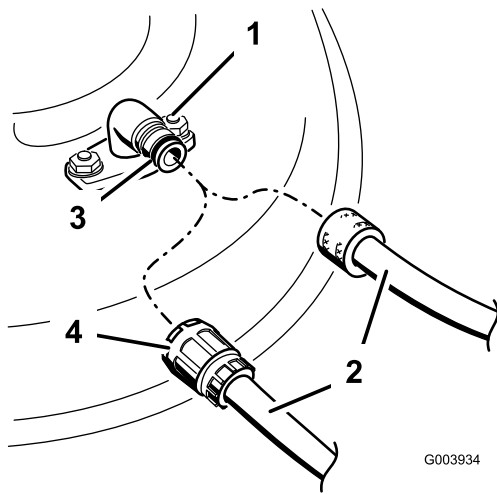

Figura 48
4. Conecte una manguera al conector de lavado, y abra el grifo al máximo (Figura 48).